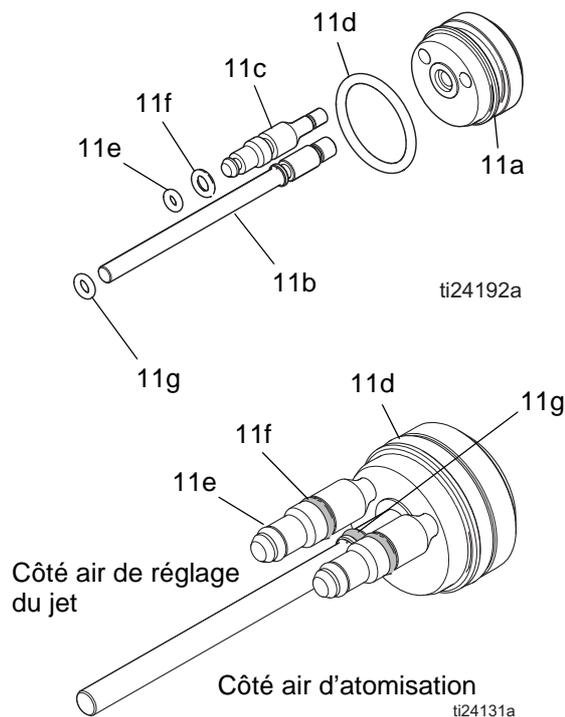
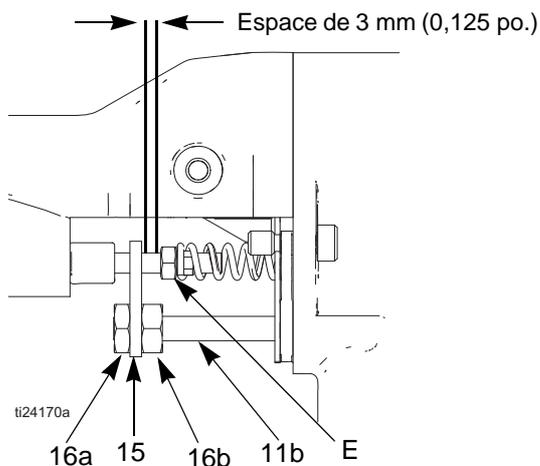

FIG. 32 . Joints toriques du piston
FIG. 33 . Réglage de la tige de commande
2. Retirez le capuchon d'air (1), page 42. Démontez le capotage (26).
3. Retirez l'écrou de blocage (16), la tige de commande (15) et l'écrou de réglage (16). Consultez la FIGURE 33.
**REMARQUE** : La buse produit (4) doit être en place lors du démontage ou du montage de l'écrou de blocage et de la tige de commande.
4. Retirez le capuchon d'air (4) et l'électrode (3). Consultez la page 43.
5. Retirez la tige de presse-étoupe (2) à l'aide de l'outil multifonctions (44).
**REMARQUE :** La buse produit (4) doit être en place lors du démontage ou du montage de l'écrou de blocage et de la tige de commande.
4. Retirez la tête du piston (13) de l'arrière du pistolet.
5. Poussez sur la tige du piston (11) pour sortir le piston par l'arrière du pistolet.
6. Contrôlez si les joints toriques (11d, 11e, 11f, 11g) sont endommagés. Consultez le Table 3 et la FIGURE 32.
Consultez la FIGURE 33.
3. Retirez les écrous de réglage (16a et 16b) et la tige de commande (15). Consultez la FIGURE 33.